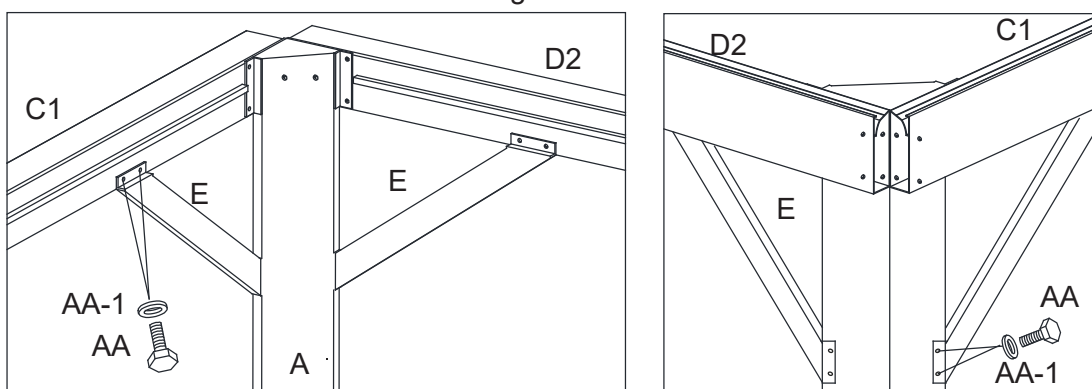

Figure 5-2
5.2. Attacher les barres de support (E) au poteau d'angle (A) et aux linteaux (C1/C2) avec les boulons (AA) et les rondelles (AA-1). Voir la figure 5-2.